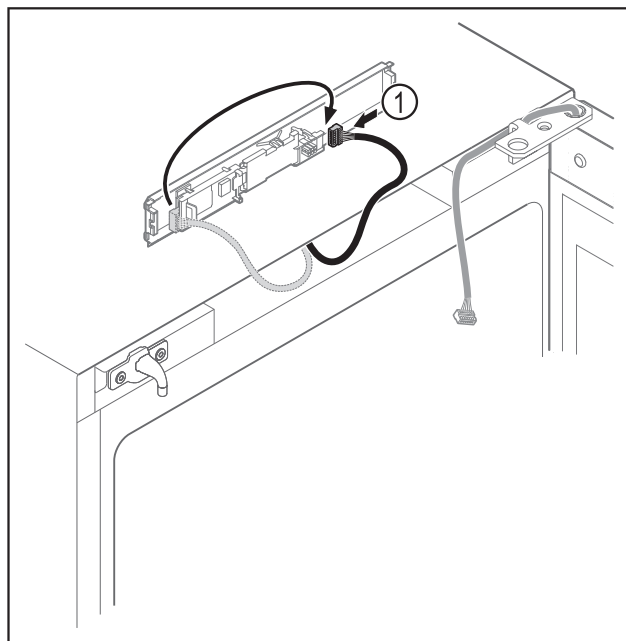

Fig. 7
- Brancher le connecteur *Fig. 7 (1)* de l'autre côté.